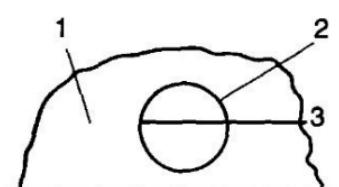

Рис. 17. Уровень масла в смотровом стекле компрессора:
4.2. Для содержания компрессора в рабочем состоянии необходимо поддерживать определенный уровень масла в картере. Уровень масла в смотровом стекле компрессора должен соответствовать средней отметке или быть несколько выше (рис. 17). Если в компрессоре нет смотрового стекла, то количество масла уточняют по рекомендациям завода — изготовителя компрессора. При дозарядке герметич-